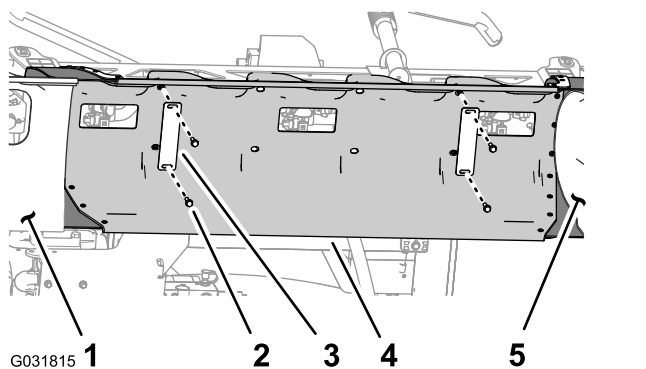

Рисунок 32
1. Удерживая кожух средней секции (с 11 соплами), удалите 4 болта с фланцевыми головками (5/16 x 1¼ дюйма) и два хомута, которые крепят кожух к опорному кронштейну (Рисунок 32).